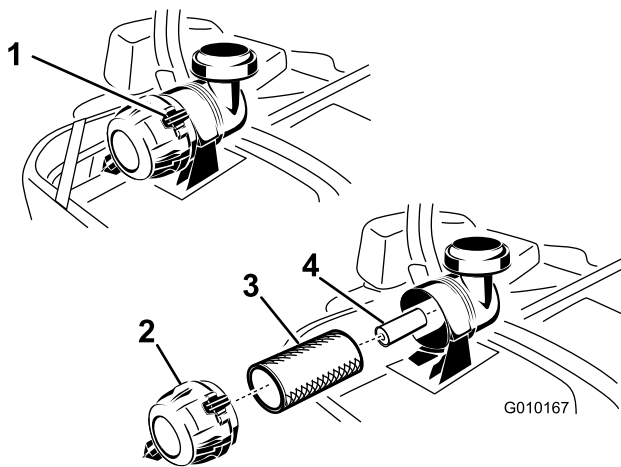

Bild 48
3. Üben Sie Druck aus, um die Riegel am Luftfilter zu lösen, und ziehen Sie die Abdeckung vom Gehäuse ab (Bild 48).
5. Schieben Sie den Hauptfilter vorsichtig aus dem Luftfiltergehäuse heraus (Bild 48). Vermeiden Sie ein Anstoßen des Filters an der Seite des Gehäuses.
- Setzen Sie die Luftfilterabdeckung auf (Entlüfterdeckel nach unten) und drehen sie so, dass die Riegel in der Abdeckung einrasten (Bild 48).
- Reinigen Sie den Papierfilter nicht sondern tauschen Sie ihn aus (Bild 48).
- Wenn Sie den sekundären Luftfilter austauschen, schieben Sie ihn vorsichtig in das Filtergehäuse ein (Bild 48).
- Schieben Sie den Hauptfilter vorsichtig auf den sekundären Filter (Bild 48). Stellen Sie sicher, dass dieser einwandfrei einliegt, indem Sie beim Einbauen auf den äußeren Rand des Filters drücken.